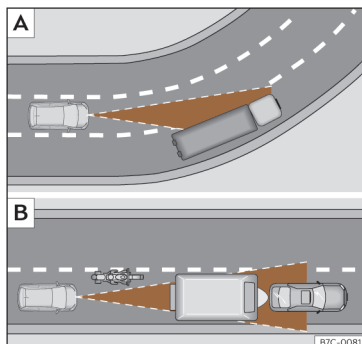

Fig. 132 A) Vehículo en una curva. B) Motociclista circulando por delante fuera del radio de acción del sensor de radar.
El ACC podría no detectar en curva el vehículo precedente o podría regular la distancia con vehículos que se encuentran en otros carriles >>> **fig. 132 [A]**.
- Vehículos que circulen desalineados o fuera de la zona de detección del sensor, por ejemplo, motocicletas >>> **fig. 132 [B]**.